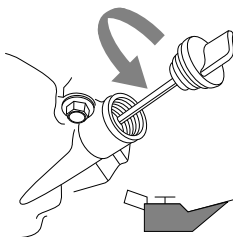

Figure 4-1. Plein d'huile moteur
3. Reportez-vous à la **Figure 4-1**. Retirez le bouchon de remplissage d'huile et essuyez la jauge.